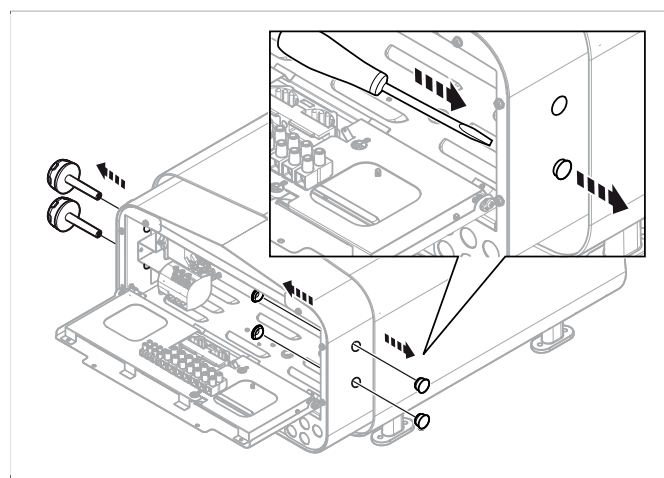

Рисунок 6: Ослабление ручек и защитных колпачков
4. Ослабьте ручки с таймером и термостатом. Снимите защитные колпачки с противоположной стороны устройства см. **Рисунок 6**, страница 3. Чтобы не поцарапать корпус, с помощью отвертки ослабьте сначала внутренние колпачки, а затем внешние, как показано на рисунке.